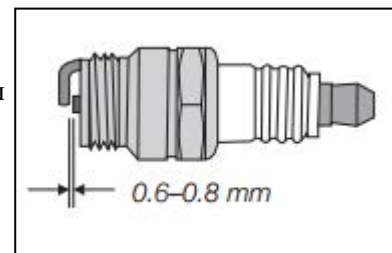

Рис. 45
4. Проверьте зазор электрода с помощью щупа и при необходимости установите зазор 0,030 (0,76 мм). См. рис. 45.